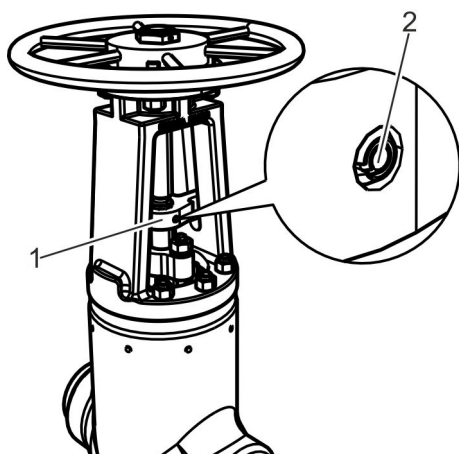

Abb. 21: Verdrehsicherung lösen
1. ➔ Falls Verdrehsicherung vorhanden: Befestigung (Abb. 21/2) der Verdrehsicherung (Abb. 21/1) lösen.